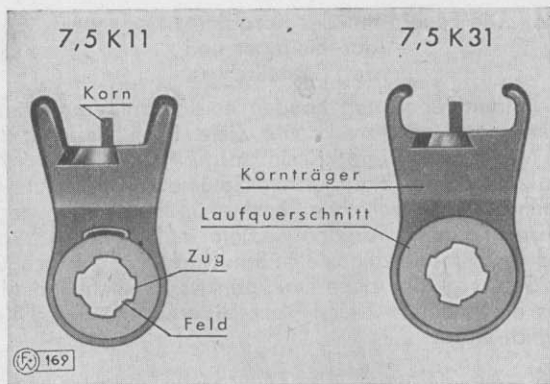

Fig. 2
8. Im Lauf (Fig. 2 und 3) wird die Patrone zur Entzündung gebracht und dem Geschoss die Richtung gegeben. Vorn befindet sich die Mündung, hinten das Patronenlager. Die Bohrung des Laues ist mit vier nutartigen Zügen versehen, die doppelt so breit sind wie die zwischen je zwei Zügen liegenden Felder und etwa zwei Umdrehungen (nach rechts) auf die Lauflänge aufweisen. Sie geben dem Geschoss eine Drehung um seine Längsachse, die man Drall (Rechtsdrall) nennt.